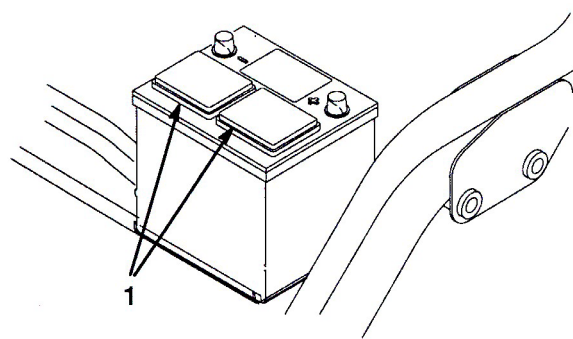

図 4
2. バッテリーの上部をきれいに洗浄し、通気キャップを外す（図4）。